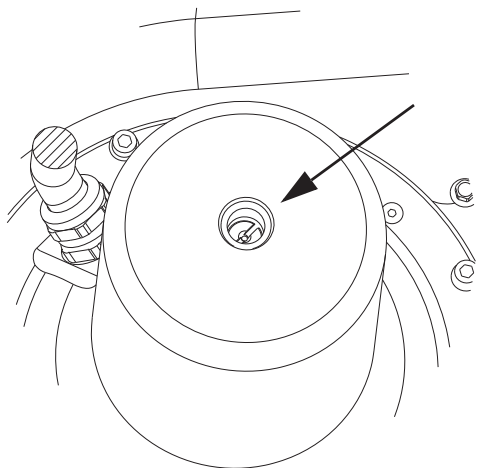

Рис. 29 Вал электродвигателя, вид сверху.
- Станет виден вал электродвигателя. См. рис. 29. Необходимо убедиться в свободном ходе ротора и рабочего колеса, повернув вал с помощью большой крестообразной отвертки.